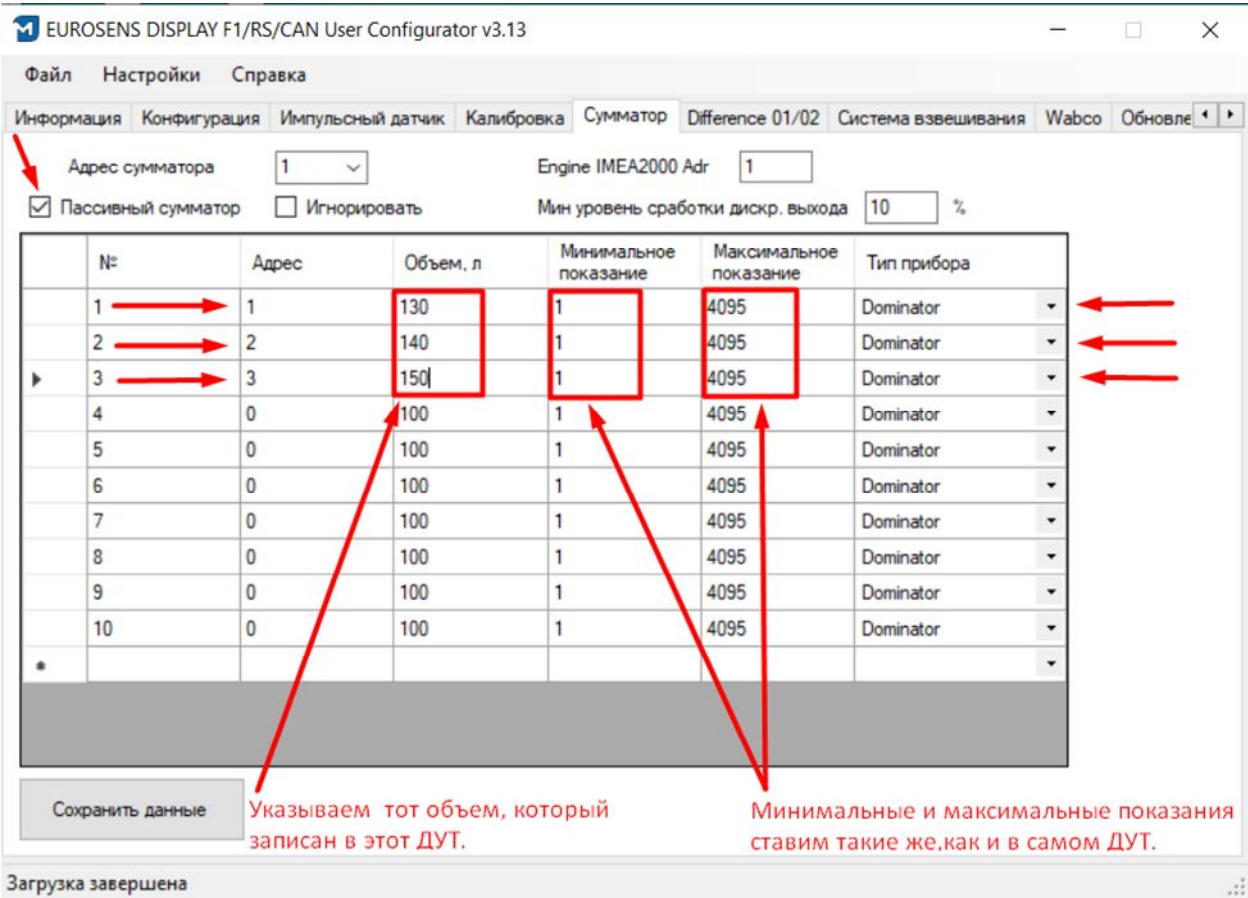

рис.4.6. Опция “Пассивный сумматор”
- 3) На вкладке **“Сумматор”** установите аналогичные настройки, но дополнительно включите опцию **“Пассивный сумматор”** (рис.4.6). С данными настройками Display будет сканировать интерфейс RS-485 на наличие запросов и ответов по протоколу MODBUS, которые осуществляются терминалом к датчикам. Ответы регистрируются дисплеем и далее с ними проводятся операции суммирования и отображения на экране.
Настройки вкладки «Сумматор» в данном режиме аналогичны приведенным на рис.4.6. Поскольку внешний терминал мониторинга является «мастером» на шине RS-485, то дисплей должен быть пассивным сумматором.